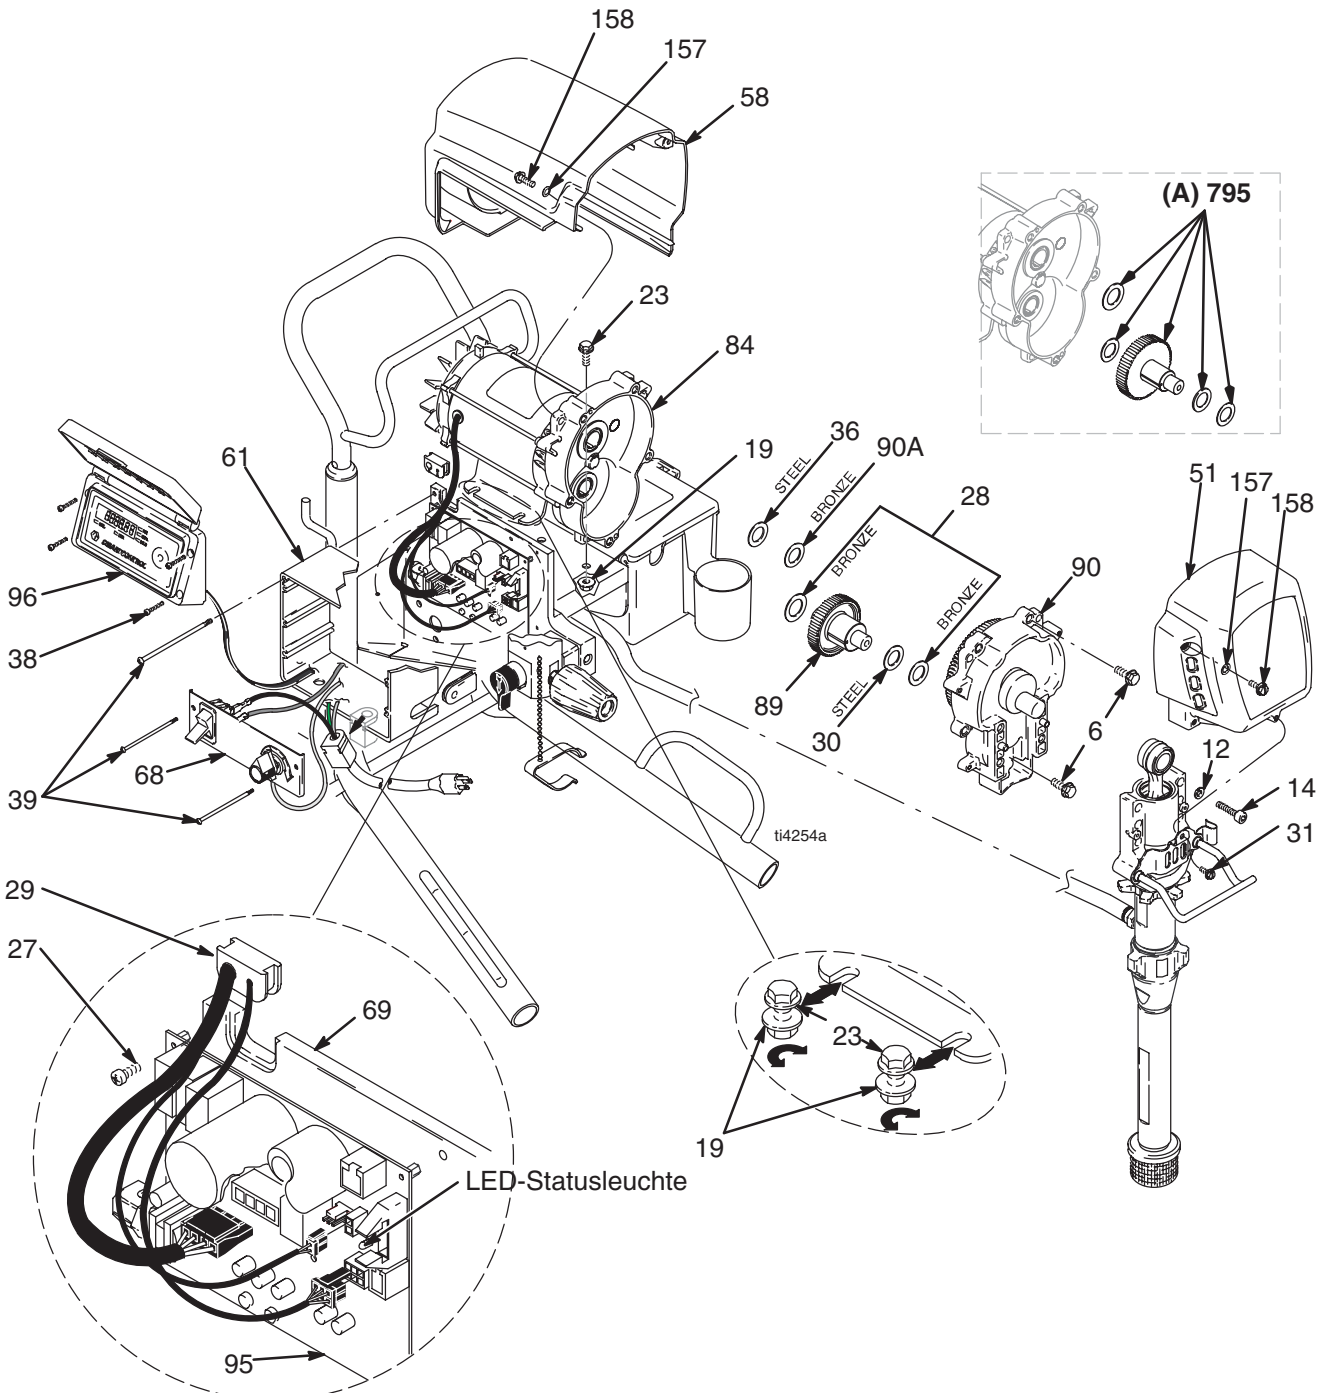

Abb. 7
Abb. 7. Darauf achten, dass das Zahnrad (89) und die Druckscheiben (28, 30, 90a, 36) an ihrem Platz sind. Mit einer Bürste Schmierfett auf den Zahnradzähnen auftragen.
3. Das Getriebegehäuse (89) ausbauen; siehe Abschnitt **Austausch des Getriebegehäuses**, Seite 16.
4. Abb. 7. Vier Schrauben (38) und die Abdeckung (96) entfernen.
5. Die beiden unteren Schrauben (39) entfernen und die Bedienungstafel (68) frei herunterhängen lassen.
6. Alle drei Motorstecker von der Motorsteuerkarte (95) lösen.
7. Die beiden oberen Schrauben (39) und die Steuereinheit (61) entfernen.
8. Das Zugentlastungsstück (29) von den Motorkabeln und der Platte (69) entfernen.
9. Zwei Schrauben (23) und Muttern (19) an der Seite gegenüber der Steuerkarte entfernen.
10. Zwei Muttern (19) an der Seite neben der Steuerkarte lösen und den Motor (84) vom Fahrgestellrahmen (62) abnehmen.